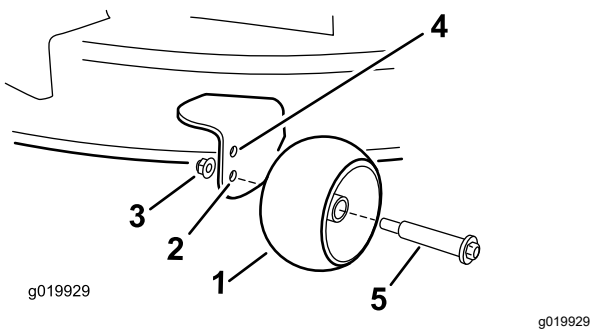

Figure 27
- Trou supérieur – utilisez cette position pour les hauteurs de coupe du tablier jusqu'à 63 mm (2½ po) (Figure 27).
- Trou inférieur – utilisez cette position pour les hauteurs de coupe du tablier à partir de 76 mm (3 po) (Figure 27).